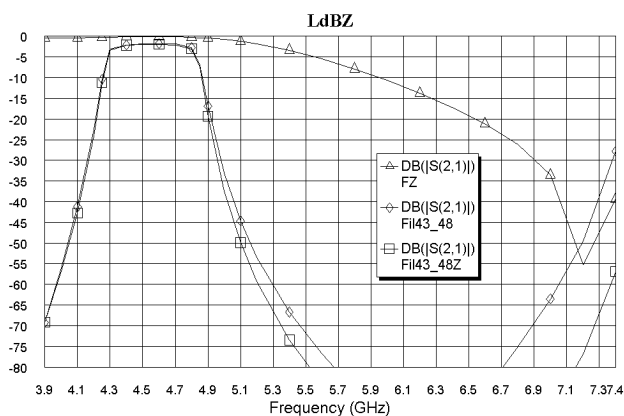
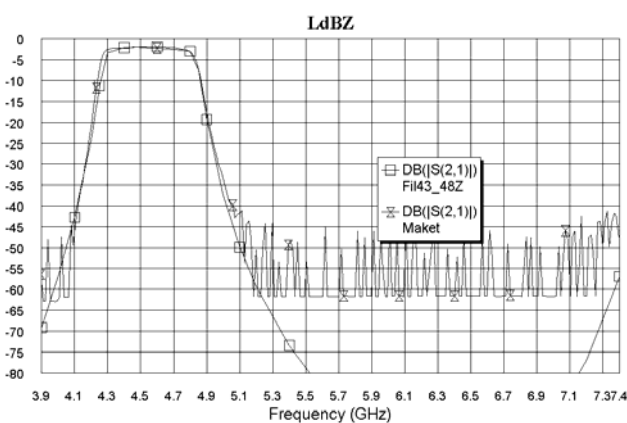

Рис. 3.115
Рис. 3.116
6. Сделайте активным окно графика **LdBZ** и щёлкните по значку **Analyze** на панели инструментов. График (рис. 3.115) показывает хорошее совпадение характеристики с заданными требованиями. На рис. 3.116 показан график расчётной характеристики вносимого ослабления и измеренной характеристики макета.